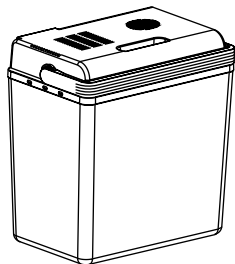
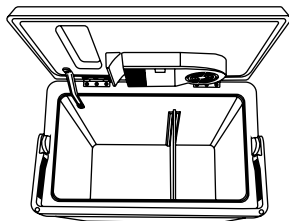
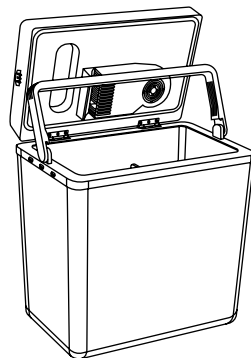

Рис. 1
Рис. 2
Рис. 3
- Опустите ручку (8) (рис. 1) и откройте крышку (2), оставьте холодильник с открытой крышкой на некоторое время для проветривания (рис. 3).
- Протрите корпус холодильника (4), крышку (2), устройство охлаждения/нагрева (6), разделительную решётку (7) и камеру холодильника влажной тканью, после этого протрите насухо.
- Во время работы холодильника необходимым условием является хорошая вентиляция и циркуляция воздуха, не допускайте блокирование вентиляционных решёток (1) и не накрывайте крышку холодильника (2) посторонними предметами.
- При использовании холодильника над его крышкой (2) должно быть свободное пространство не менее 15 сантиметров.
- Перед включением холодильника рекомендуется его проветрить в течение некоторого времени (рис. 3).
- Опустите ручку (8) и откройте крышку (2) (рис. 2), установите в необходимое место разделительную решётку (7), положите продукты в камеру холодильника, для удобства при закладке продуктов, зафиксируйте крышку (2) ручкой (8) (рис. 3).
- Так как устройство охлаждения/нагрева (6) находится в крышке (2), то охлаждение/нагрев продуктов, которые находятся сверху, будет происходить быстрее, чем тех продуктов, что лежат на дне камеры холодильника.